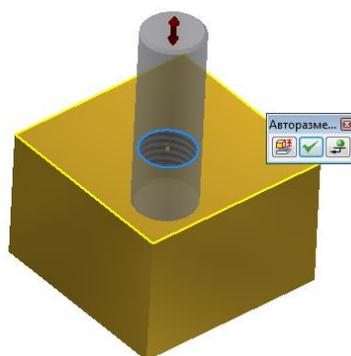

Рис. 4.21. Совмещение образа шпильки с верхней кромкой отверстия
3. Поместите шпильку в гнезде так, чтобы высветилась верхняя кромка отверстия (рис. 4.21).